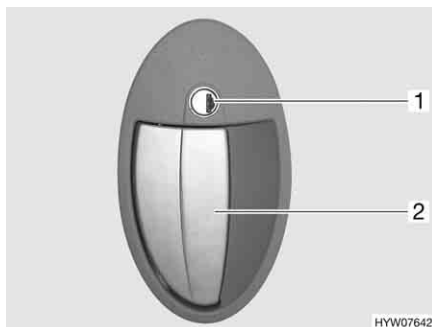

Fig. 37 Serratura della porta, lato esterno
- Inserire la chiave nel cilindro della serratura (Fig. 37,1) e ruotare in senso orario, fino a quando la serratura della porta si sblocca.
- Tirare la maniglia della porta (Fig. 37,2). La porta è aperta.
- Inserire la chiave nel cilindro della serratura (Fig. 37,1) e ruotare in senso antiorario, fino a quando la serratura della porta si blocca.